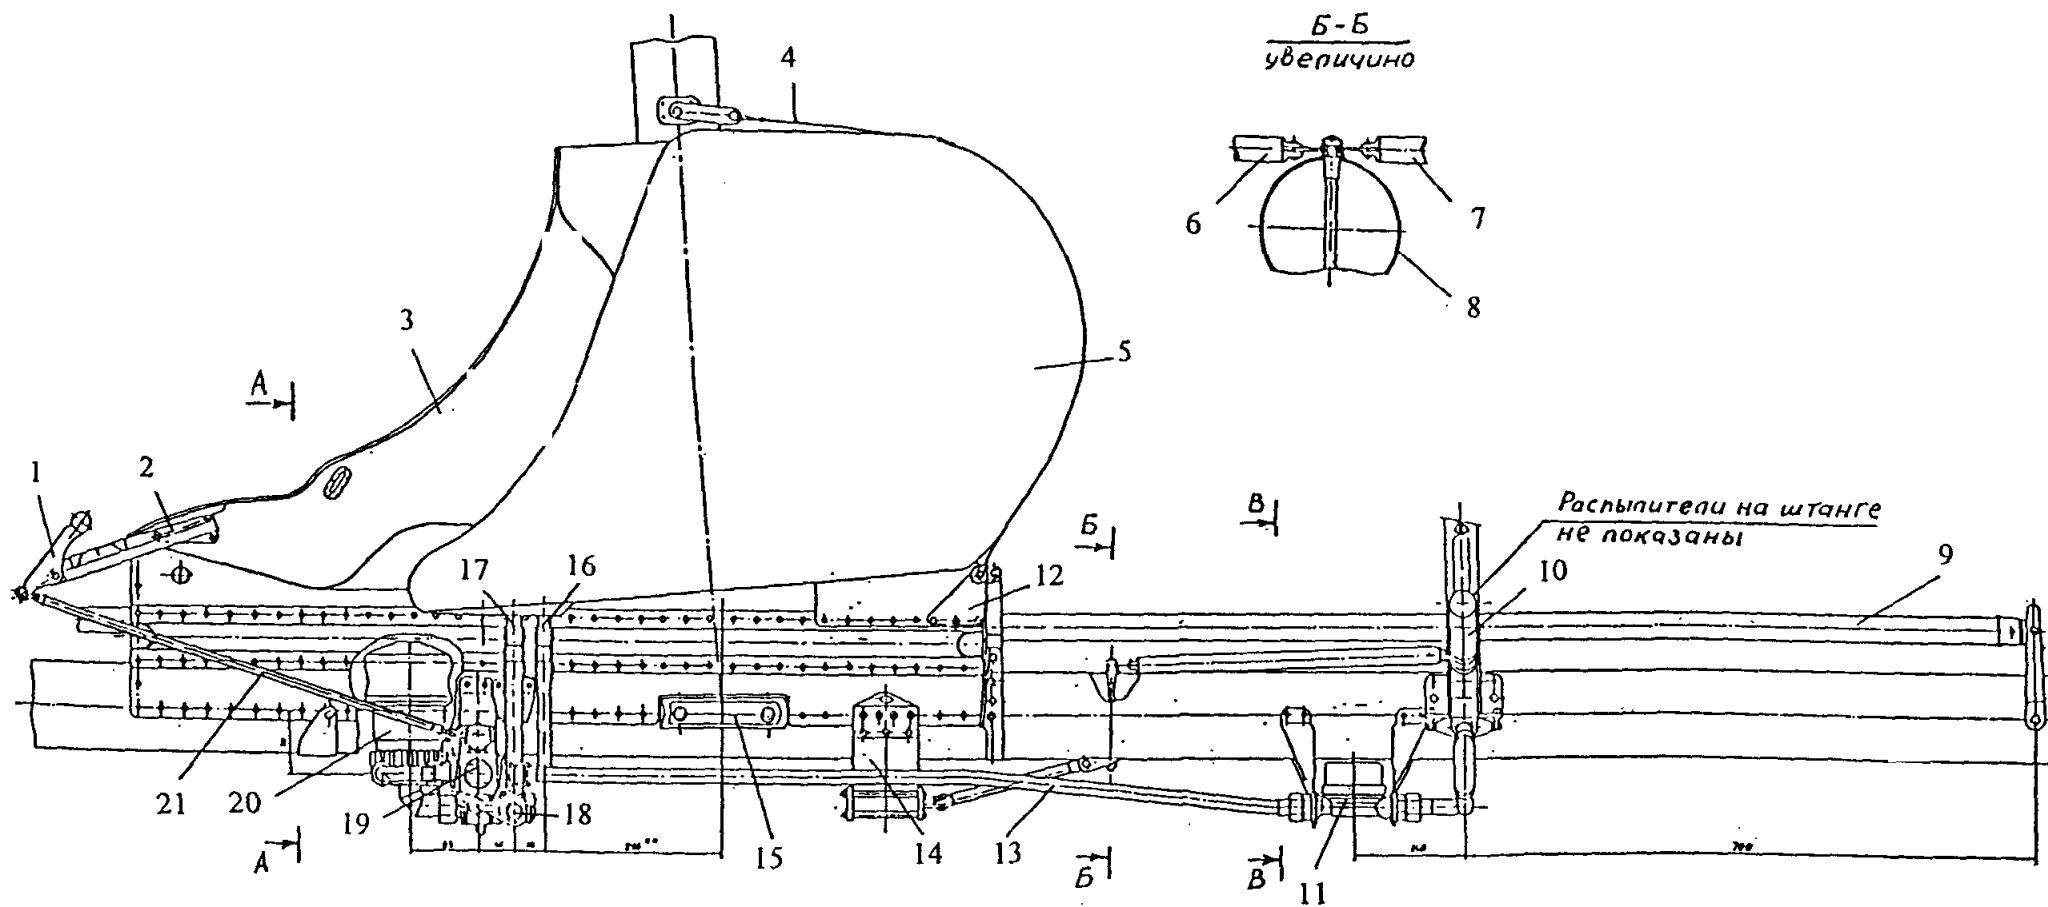

Рис. 13. Монтажная схема сельскохозяйственного оборудования
- рычаг управления краном сети с тягой управления, установлен на кресле пилота слева перед РУД ом (рис.13);
Центральный узел (рис.13,14,17) включает в себя: